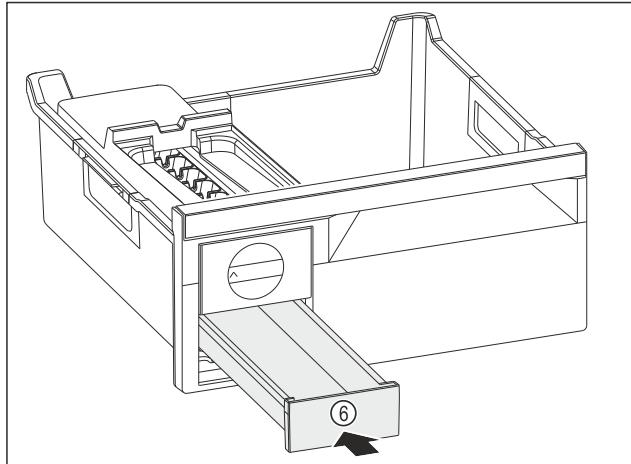

Fig. 79
- Вкарайте чекмеджето за ледени кубчета Fig. 79 (6).